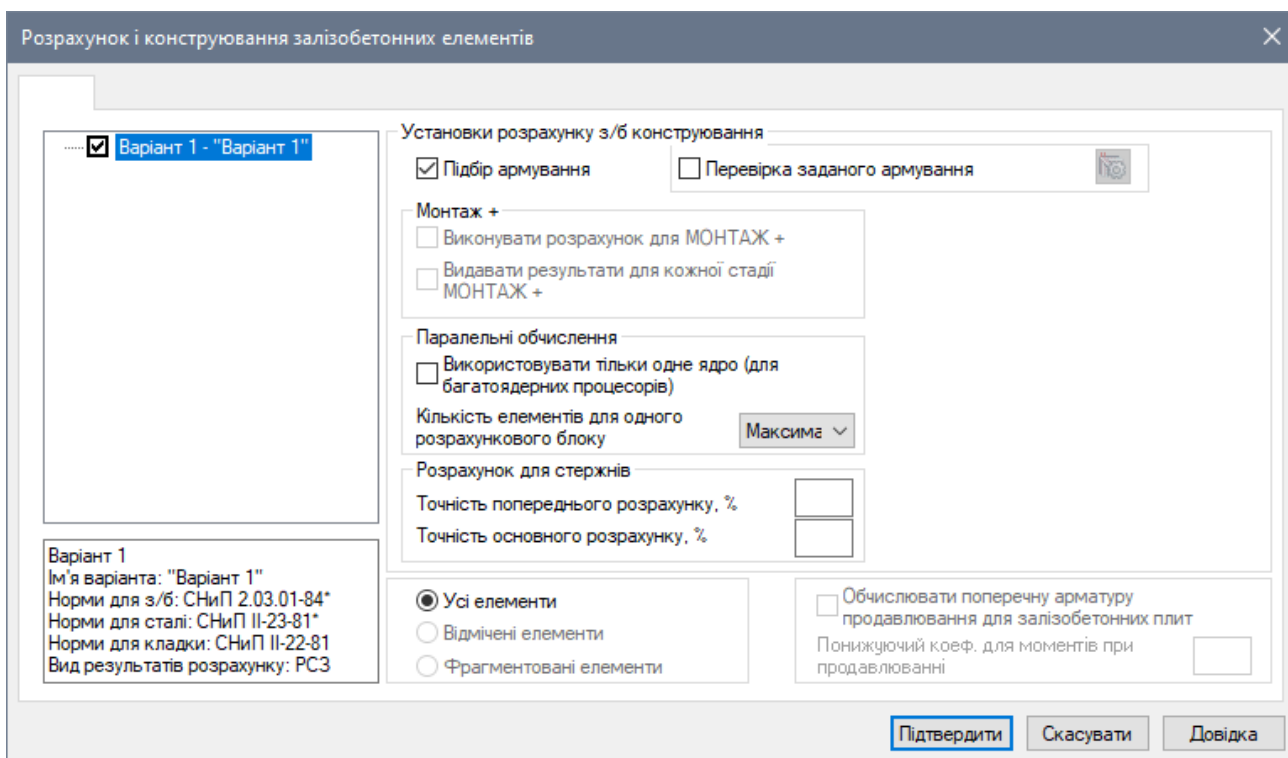

Рис. 11.35. Діалогове вікно **Розрахунок і конструювання залізобетонних елементів**
- В діалоговому вікні **Розрахунок і конструювання залізобетонних елементів** (рис. 11.35) натисніть на кнопку **Підтвердити**.